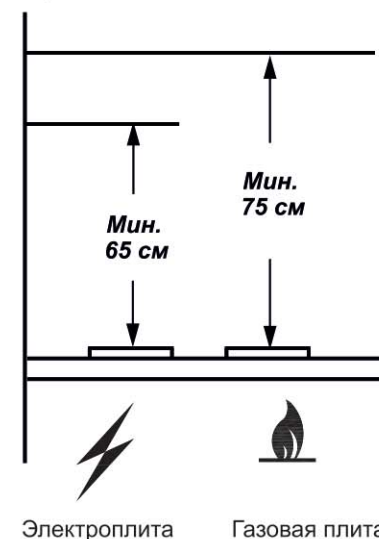

РИС. 1
- разметьте линию установки нижней части зонта над плитой (рис. 1);
1.2 Зонт устанавливайте на высоте, как показано на рис. 1.
4.7 Устанавливайте зонт над плитой в соответствии с рис. 1.